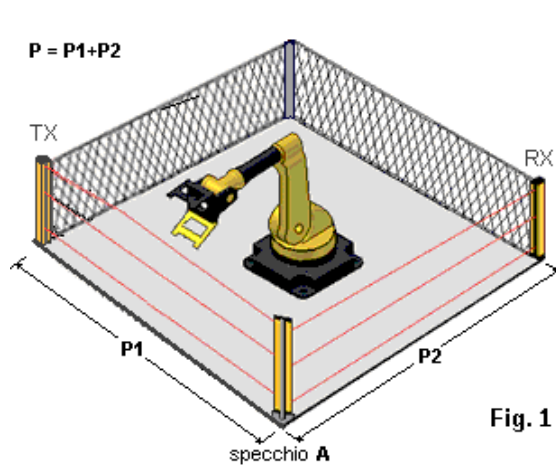

Fig. 1
- protección en “L” cuando la barrera protege 2 lados utilizando 1 espejo como en la fig. 1